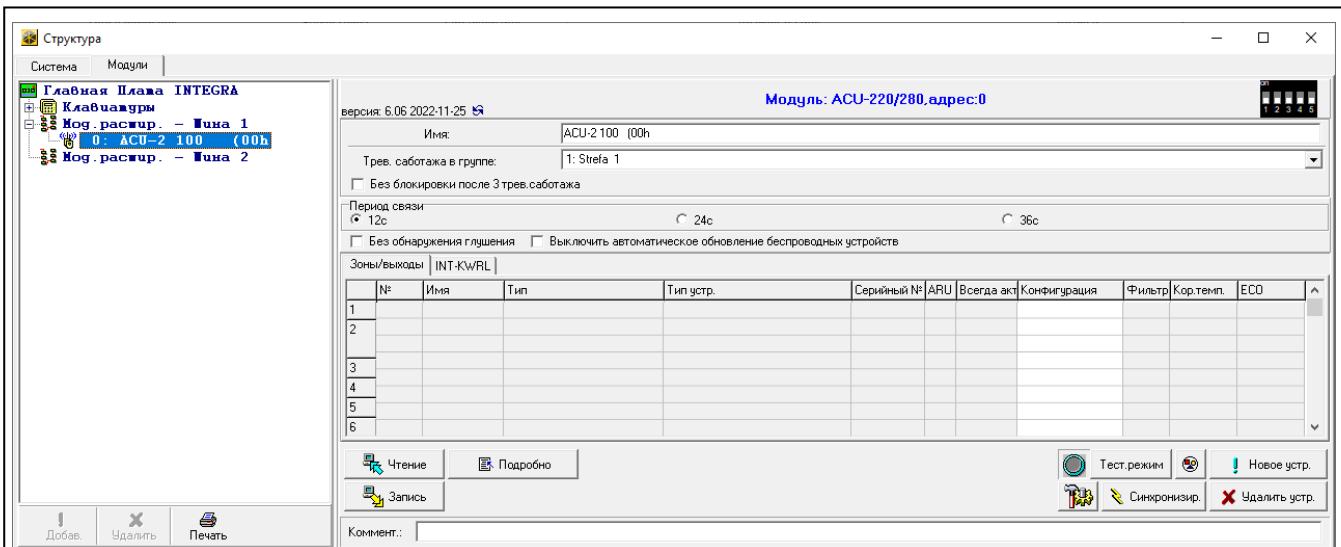

Рис. 23. ПО DLOADX: параметры и опции контроллера, подключенного к ПКП INTEGRA / INTEGRA Plus.
- программа DLOADX: окно «Структура» →закладка «Модули» →ветка «Модули расширения» →[название контроллера] (рис. 23).